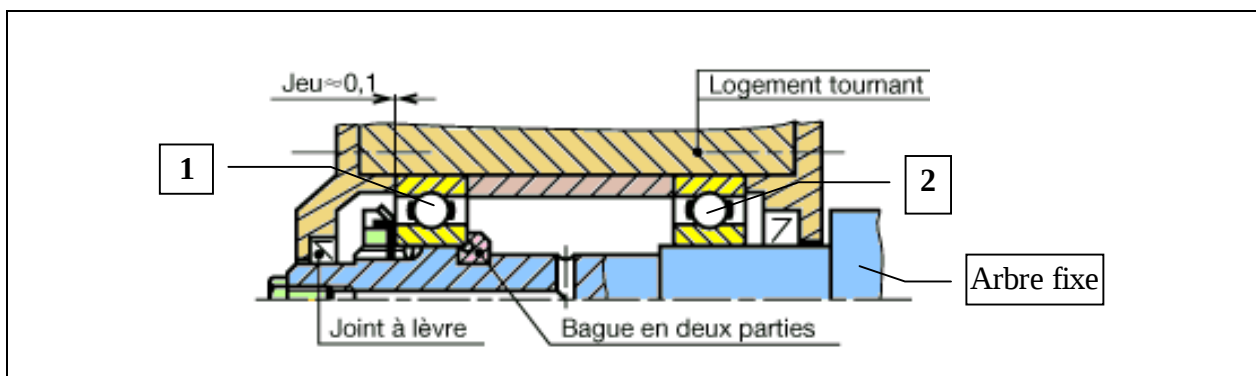

Fig. 2 : Montage de roulements pour arbre fixe
Dans le montage représenté figure. 2, la bague intérieure du roulement (2) est montée libre en translation par rapport à l'arbre fixe. Le roulement (2) réalise alors une liaison linéaire annulaire entre le logement tournant et le bâti. Les deux bagues du roulement (1) sont bloquées en translation, le roulement (2) réalise alors une liaison rotule entre l'arbre et le bâti.
Dans le montage de roulement de la figure 2, l'arbre est considéré comme fixe. Les bagues extérieures sont animées d'un mouvement de rotation d'axe fixe par rapport aux bagues intérieures et les pièces sont en mouvement plan. Le vecteur unitaire $\vec{u}$ est défini comme étant colinéaire au vecteur $\vec{AC}$ et sa rotation est repérée par l'angle α . Le mouvement de rotation de la bague extérieure par rapport à la bague intérieure est paramétré par un angle θ non représenté sur le schéma, tel que $\theta = 0$ lorsque $\vec{u}$ est égale à $\vec{x}$.